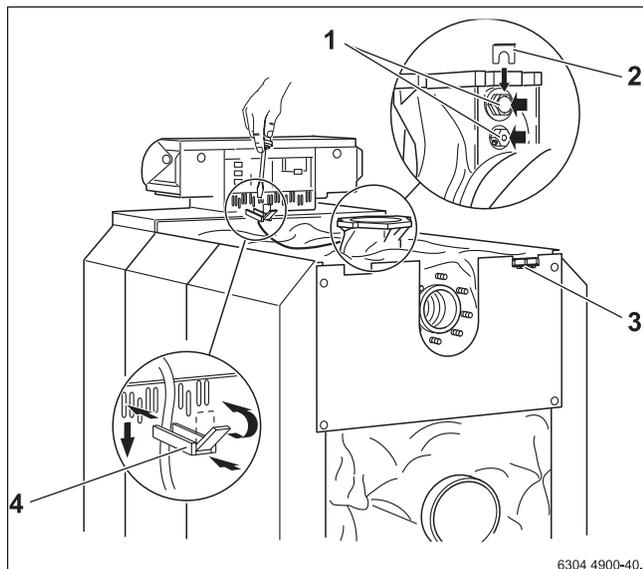

Bild 52 Elektrische Verbindungsleitungen befestigen
- ▶ Die Fühler in die entsprechende Tauchhülse einführen und mit der jeweiligen Fühlersicherung sichern (Lupenansicht in → Bild 52 ist um 180° gedreht).